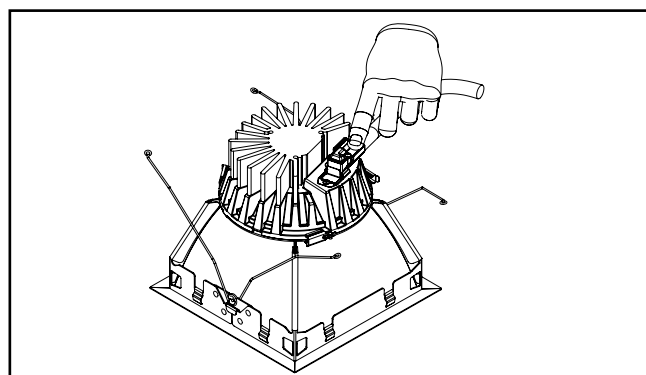

Figure 7.
8. Alignez correctement le connecteur comme indiqué en (Figure 7). Branchez la prise de débranchement rapide du luminaire sur le module.